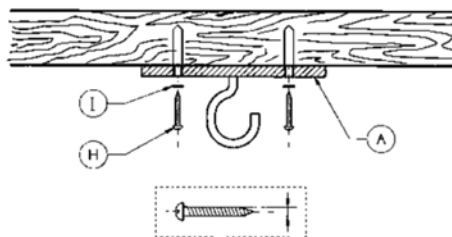

Fig. 4
В деревянной балке проделайте четыре отверстия диаметром, меньшим, чем диаметр шурупов (Н). (Рис.4/Fig.4). Закрепите крепежная пластина (А) при помощи четырех шурупов (Н) и шайб (I). Убедитесь, что деревянная балка выдержит вес работающего вентилятора (мин. 25 / 40 кг).
- Для доступа к крыльчатке, при помощи отвертки, открутите фиксирующий винт и снимите удерживающее кольцо с передней решетки вентилятора (**Fig. 4 / Рис.4**).